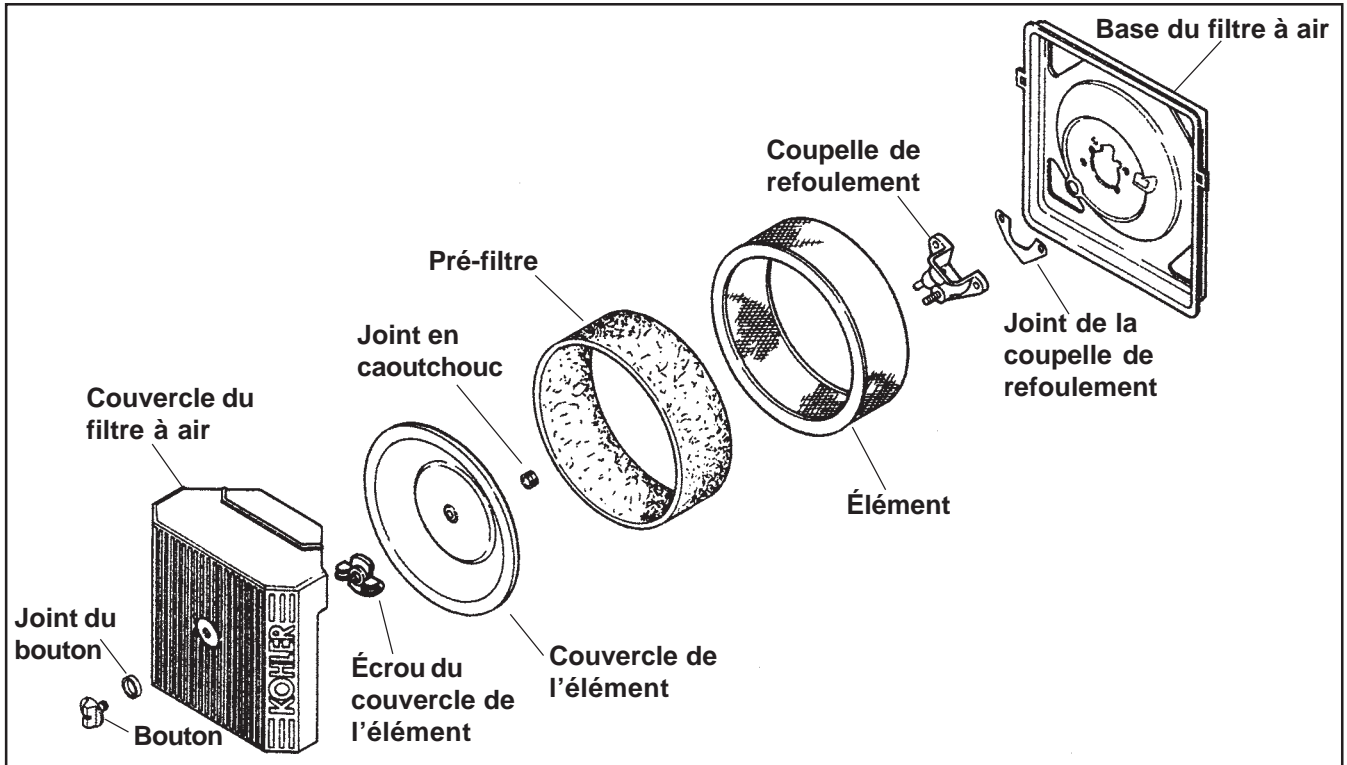

Figure 4-5. Composants du filtre à air - Standard.
Remplacer l'élément en papier toutes les **100 heures** de fonctionnement (plus souvent en cas d'utilisation dans des environnements particulièrement sales ou poussiéreux). Voir les Figures 4-5 ou 4-6 et effectuer les mesures suivantes :
1. Retirer les composants du filtre à air de la base (voir la Figure 4-5).